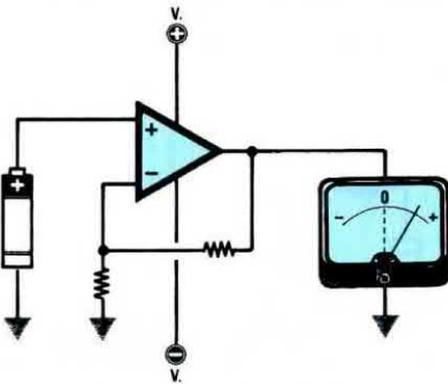

Fig.4 ALIMENTAZIONE DUALE = Applicando una tensione positiva sul piedino "non invertente", ritroveremo in uscita una tensione amplificata di polarità positiva.
- = Applicando sul piedino **non invertente** una tensione continua **positiva**, ritroveremo in uscita una tensione **positiva** amplificata ( vedi fig.4 ).